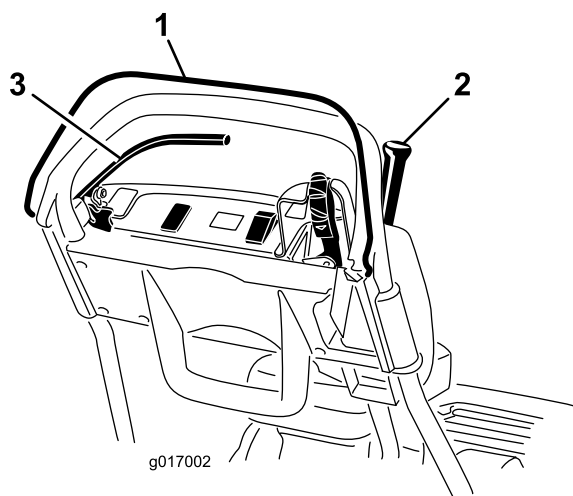

Figura 27
3. Com o CPO solto, tentar engatar a alavanca de tracção (Figura 27). A alavanca de tracção não se deve engatar.
4. Com o CPO carregado e a alavanca de tracção engatada, soltar o CPO (Figura 27).
5. Com o CPO carregado e a alavanca de mudanças para a esquerda, engate a tracção e a transmissão do cilindro, solte o CPO (Figura 27).
6. Com o CPO carregado e a alavanca de mudanças para a esquerda para activar a tracção e a transmissão do cilindro, mover a alavanca de mudanças para a direita para desactivar a transmissão do cilindro (Figura 27).
2. Com o CPO carregado, a alavanca de tracção engatada e os controlos do motor na posição de arranque (Figura 27).
2. Com a alavanca de tracção desengatada, o travão de serviço accionado e os controlos do motor na posição de arranque (Figura 27).
4. Com o motor a trabalhar, accione o travão de serviço (não o travão de estacionamento), carregue no CPO e accione a alavanca de tracção (Figura 27).
5. Com o motor a trabalhar, accione o bloqueio do travão de estacionamento, carregue no CPO e accione a alavanca de tracção (Figura 27).